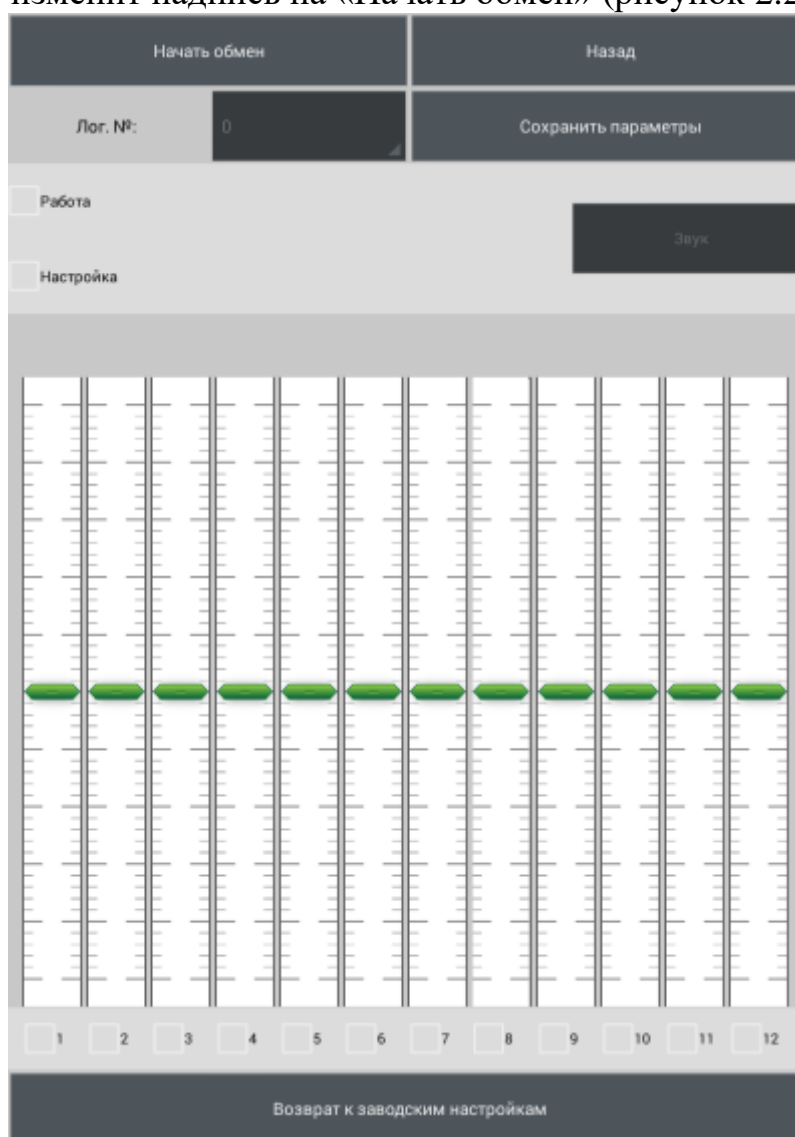

Рисунок 2.24
2.3.7.4.7 Нажать кнопку «Да». После успешного соединения кнопка «Подключиться» изменит надпись на «Начать обмен» (рисунок 2.24).
2.3.7.5.5 Откроется рабочее окно программы (рисунок 2.24).